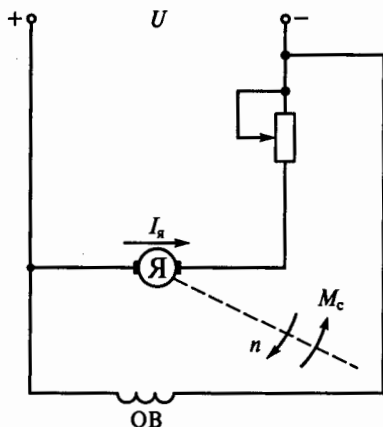

Рис. 251
**10.57.** Как изменятся ток якоря  $I_a$  и частота вращения  $n$  двигателя (установившиеся значения) в схеме на рис. 251, если при